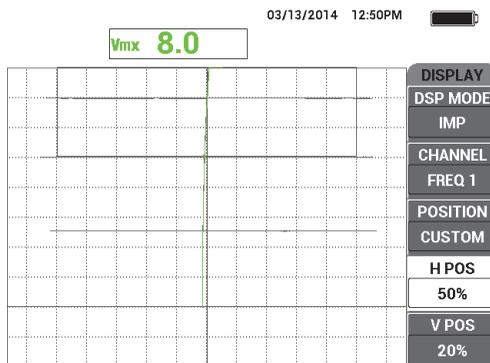

Рис. 5-90 Определение неизвестной толщины на основе отклонения вертикального сигнала
11. Нажмите и удерживайте клавишу REF SAVE (REF ) , затем нажмите клавишу ERASE (), чтобы удалить сигналы (см. Рис. 5-90 на стр. 203).